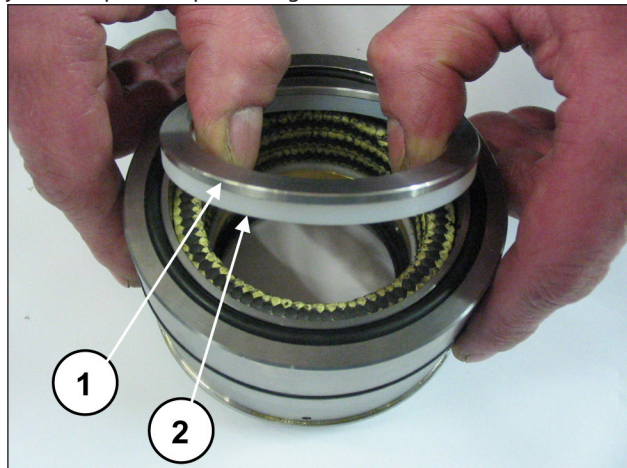
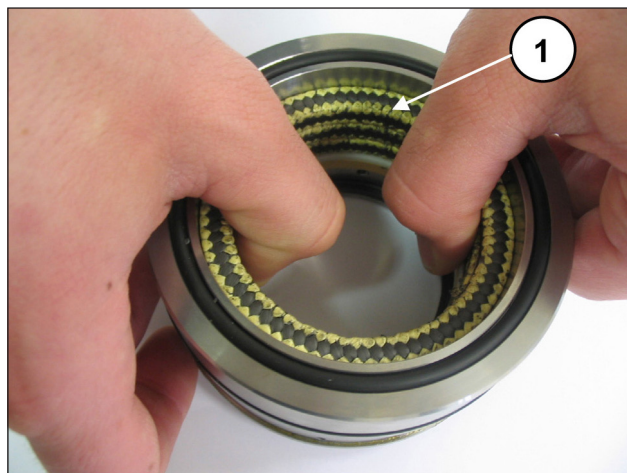

Fig. 193
Fig. 194
Seque o suporte das juntas da camisa, retire o anel para mola e o anel de raspagem (pos. ①②, Fig. 193) para ter acesso às juntas de pressão (pos. ①, Fig. 194).